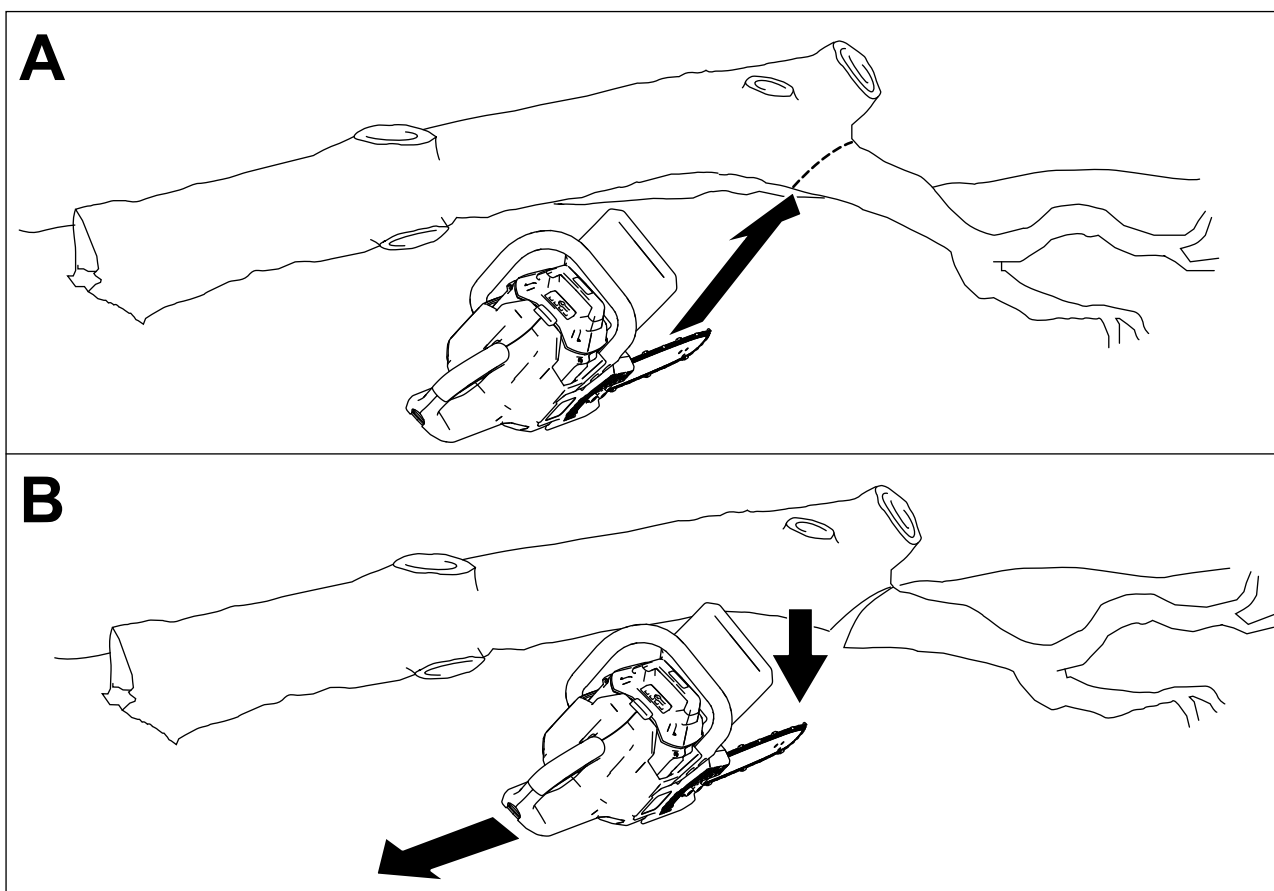

Figure 20
3. Coupez les grosses branches qui supportent le poids de l'arbre en procédant de bas en haut pour éviter que les branches pincent la lame (Figure 20).